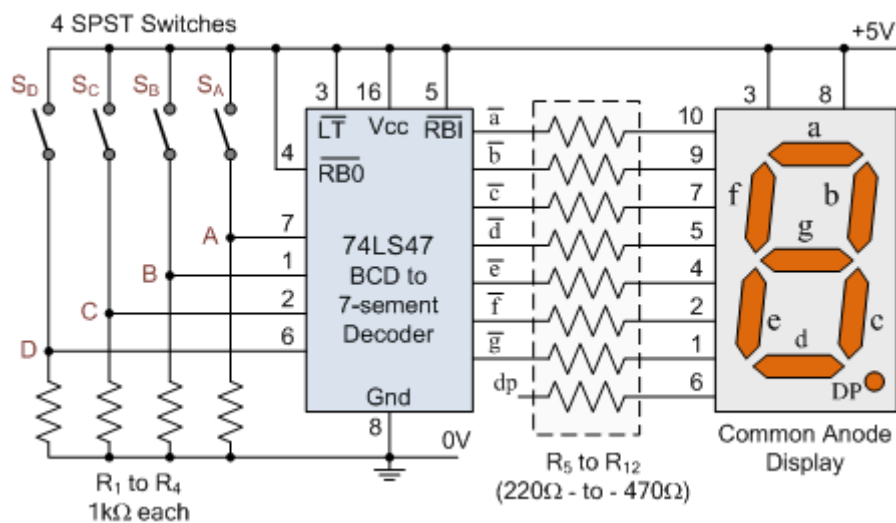

Figure 16: Schéma de simulation du transcodeur 74ls47
11) Simuler et vérifier le fonctionnement du circuit intégré 74ls47 en se basant sur le schéma suivant (Figure 16) :